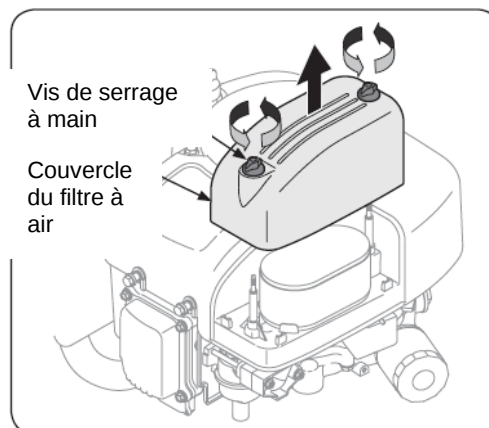

Figure 6-4
1. Dévissez les vis à serrage à main et enlevez le couvercle du filtre à air. Consultez la Fig. 6-4.